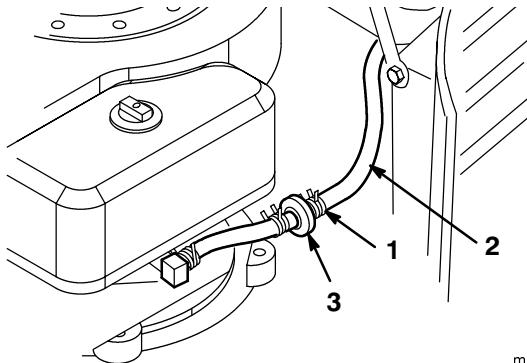

Figure 26
3. Pincez les extrémités du collier de fixation et poussez le collier en haut de la conduite d'alimentation, en direction du réservoir d'essence (Fig. 26).
4. Débranchez la conduite d'alimentation du filtre (Fig. 26) et laissez l'essence s'écouler dans un bidon ou un bac de vidange.
Le meilleur moment pour remplacer le filtre à carburant (Fig. 26) est lorsque le réservoir à carburant est vide. Ne remontez jamais un filtre sale après l'avoir enlevé de la conduite d'alimentation.
3. Pincez les extrémités des colliers et faites glisser ceux-ci pour les éloigner du filtre (Fig. 26).